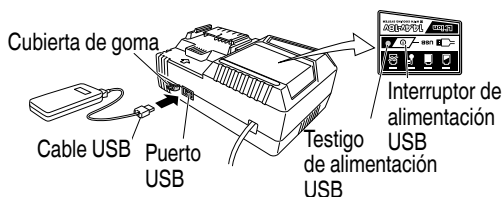

Fig. 7
- (2) Encienda el enchufe de alimentación USB (Fig. 7)
- (3) Conecte el cable USB. (Fig. 7)
- Apague el interruptor de alimentación USB y desenchufe el cable de alimentación de la toma de alimentación eléctrica. (Fig. 7)